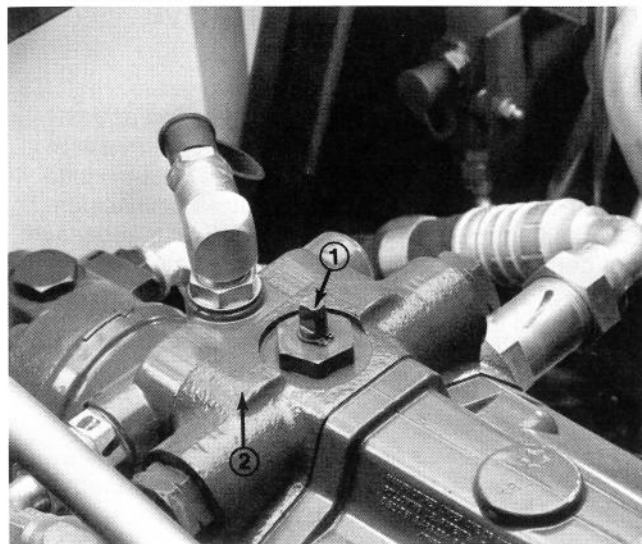

Fig. 20
1. Alzare il sedile e rimuovere il pannello anteriore. Girare di 90° la valvola di Bypass (Fig. 20). Aprendo la valvola si apre un passaggio all'interno della pompa di trazione, bypassando l'olio idraulico. Poiché l'olio è stato bypassato, si può spostare il trattorino senza danneggiare l'impianto idraulico.